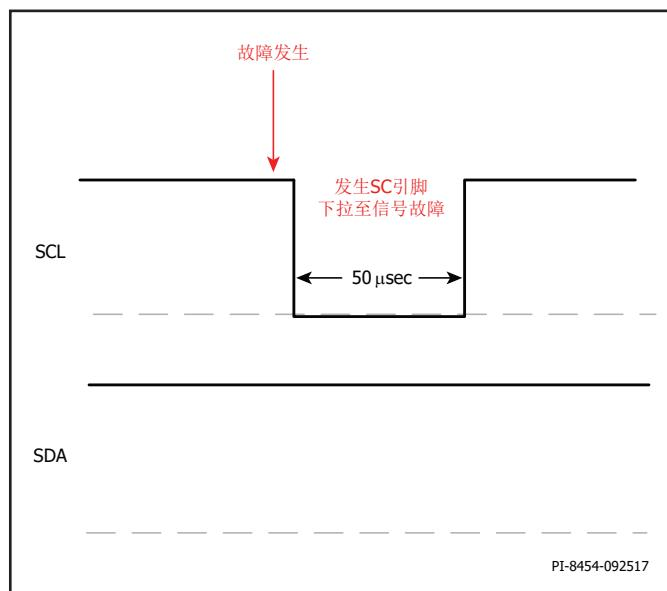

图17. 闲置I2C期间的中断掩码
- 当SCL引脚处于闲置模式时（见图17），一旦检测到故障，就会发生故障中断。中断将SCL引脚下拉50ms，然后释放回HI状态。